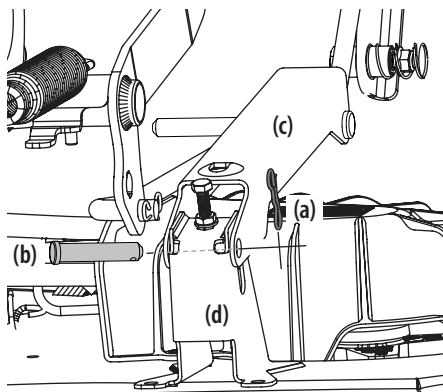

Figura 43
- a. Extraiga los dos pasadores con unión curva (a) de los pasadores de horquilla (b) que sujetan los soportes del varillaje de elevación (c) a los soportes traseros de elevación de la plataforma (d) en la plataforma. Extraiga los pasadores de horquilla (b). Consulte la Figura 43.